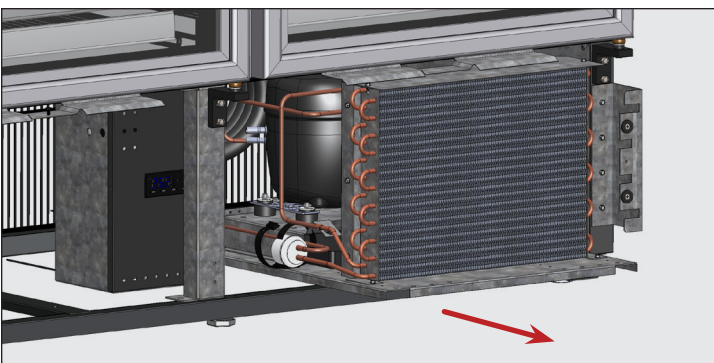

Fig. 7. Deslice con cuidado la unidad de condensación hacia afuera.
7. Deslice con cuidado la unidad de condensación hacia afuera (las conexiones de los tubos son flexibles). Véase la fig. 7.